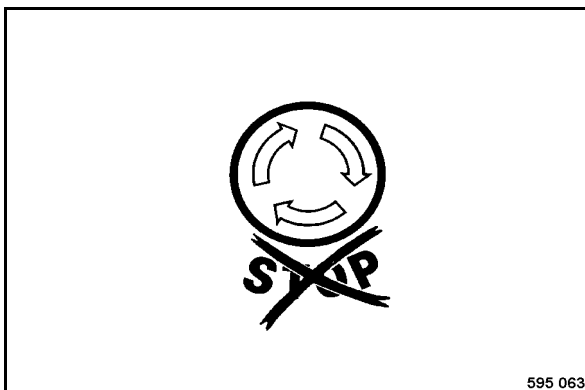

fig. 48
- S'assurer que l'interrupteur d'arrêt d'urgence (fig. 48) est déverrouillé.